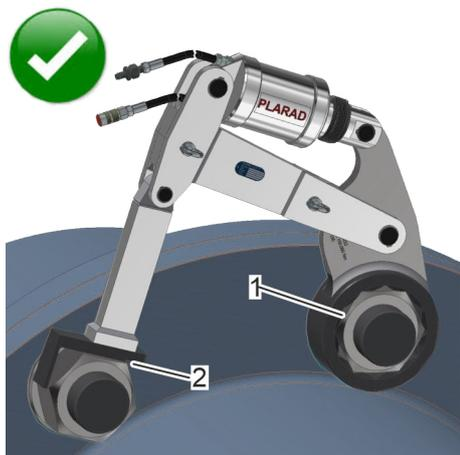

Рис. 10: Оптимальный вариант опоры
3. ➤ Убедиться, что упор прилегает по всей площади к опоре (Рис. 10/2) и не может соскользнуть.